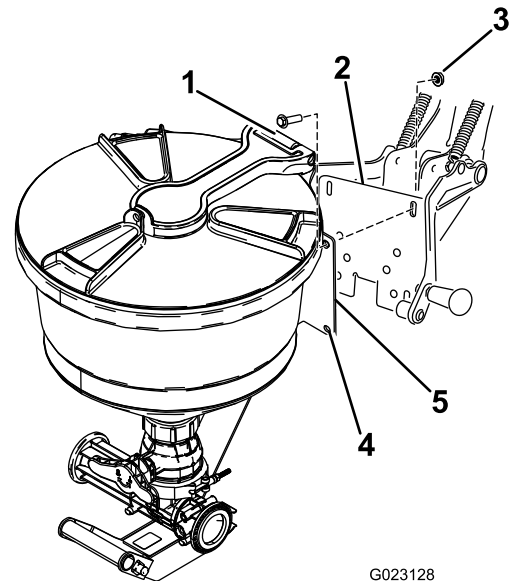

Figura 12
1. Alinee los orificios en la chapa de montaje del eyector con las ranuras en el bastidor de soporte de sujeción (Figura 12).